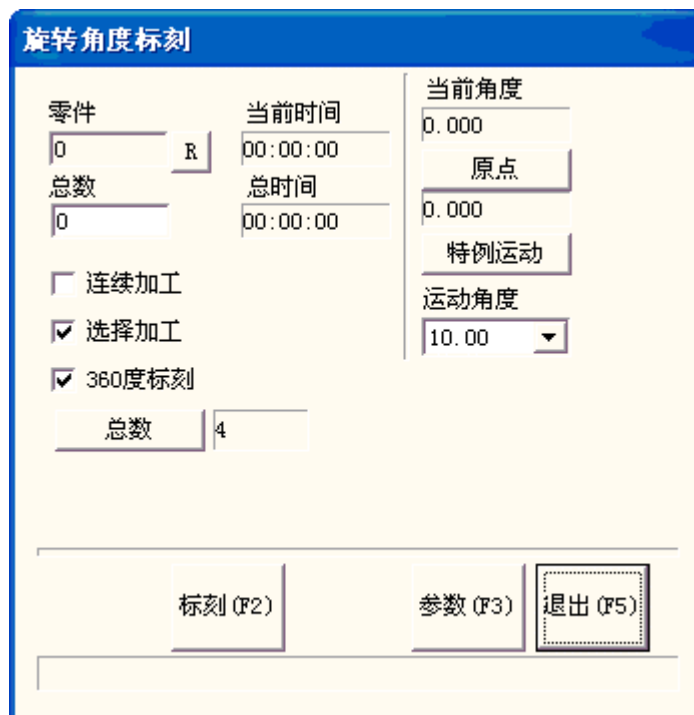

图 8-8 旋转角度标刻界面
在“旋转角度标刻 2”中增加了“360 度标刻”选项，其它参数调节与“旋转角度标刻”相同。如图 8-8 所示
2. 打开“激光”——“旋转角度标刻 2”，弹出图 8-8 所示对话框。